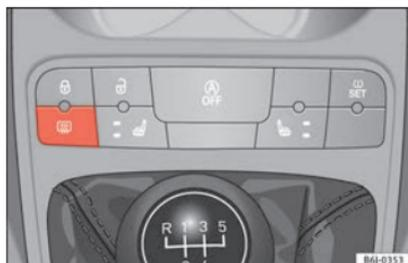

Fig. 128 Console centrale : contacteur de dégivrage de lunette arrière.
- Appuyez sur le bouton de désembuage  » fig. 128